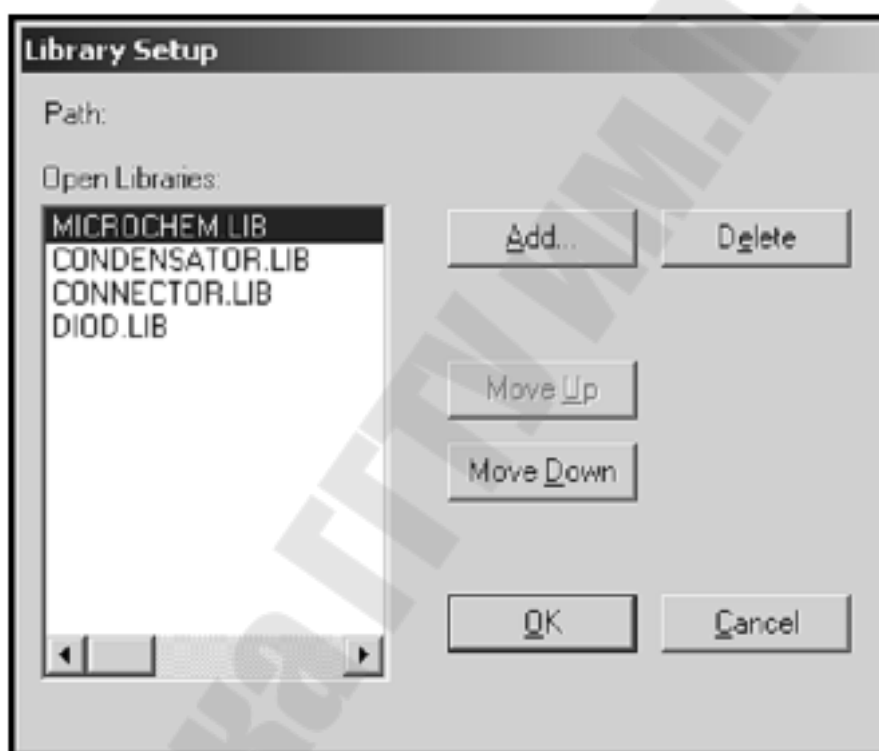

Рис.4.1. Подключение библиотек
- 4) Подключить библиотеку с помощью команды Library/Setup (рис.4.1). Нажать кнопку Add и открыть свою библиотеку, затем нажать кнопку OK